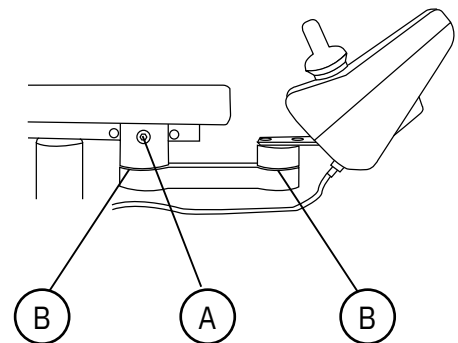

Abb. 5.1. Bedienarm.
Beim Bedienarm können sowohl die Tiefe (A) als auch der Widerstand in den Gelenken (B) angepasst werden, siehe Abb. 5.1.